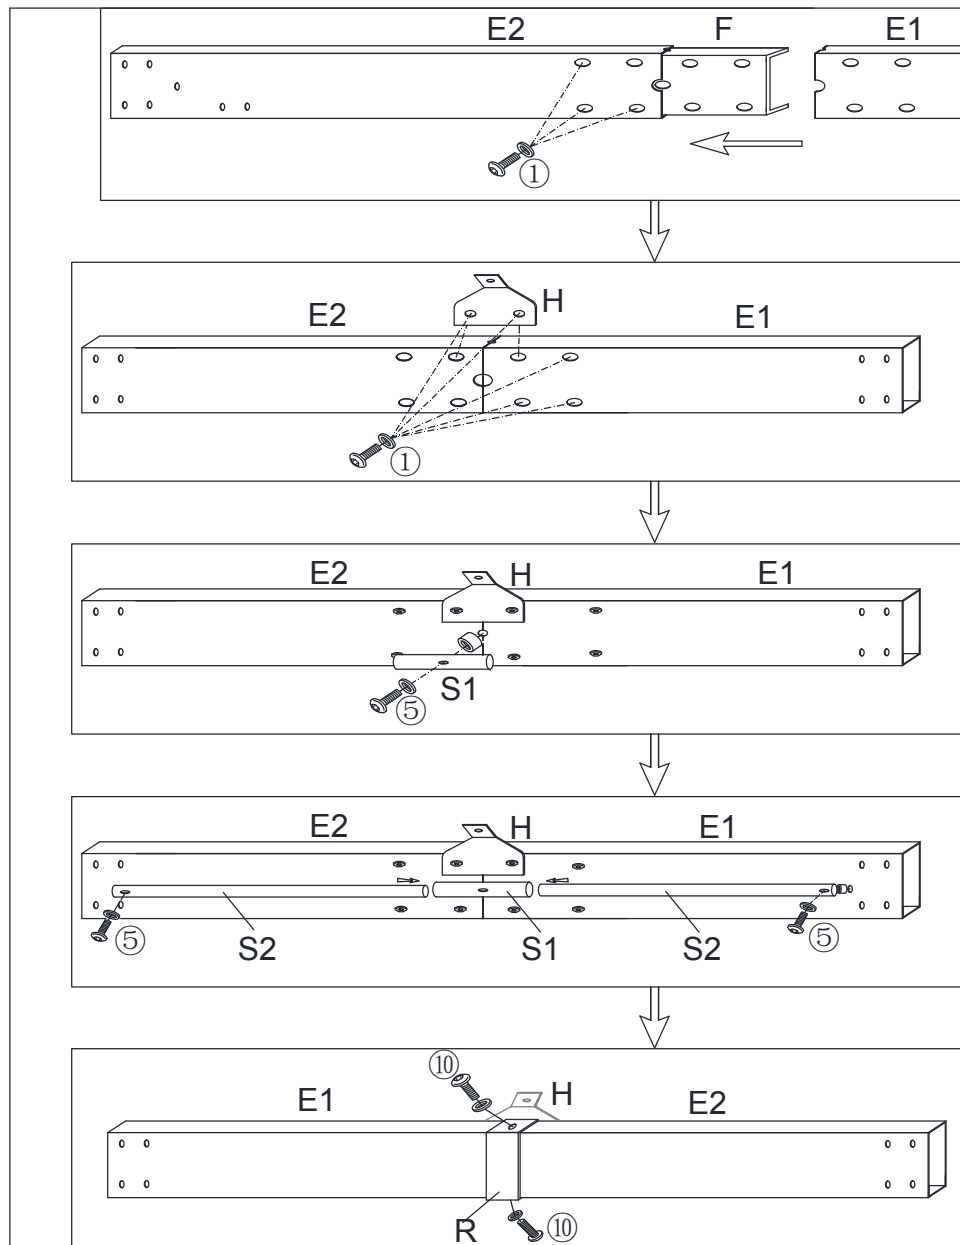

Fig.2
2. Fixez le linteau gauche (E1) et le linteau droit (E2) au connecteur (F) avec le boulon (⑤). En même temps, attachez la pièce de connexion (H) au linteau (E1 / E2) avec le boulon (W1). Fixez le connecteur (S1) au linteau (E1 / E2) avec le boulon (⑤), puis insérez l'extrémité du tube coulissant (S2) dans le connecteur (S1), attachez l'autre extrémité du tube coulissant (S2) au linteau (E1 / E2) avec le boulon (⑤) (Veuillez noter qu'il y a des rondelles en plastique entre le tube coulissant et le linteau.) Fixez le couvercle du linteau (R) au connecteur (F) avec le boulon (⑩). Voir la figure 2. Serrez complètement les .